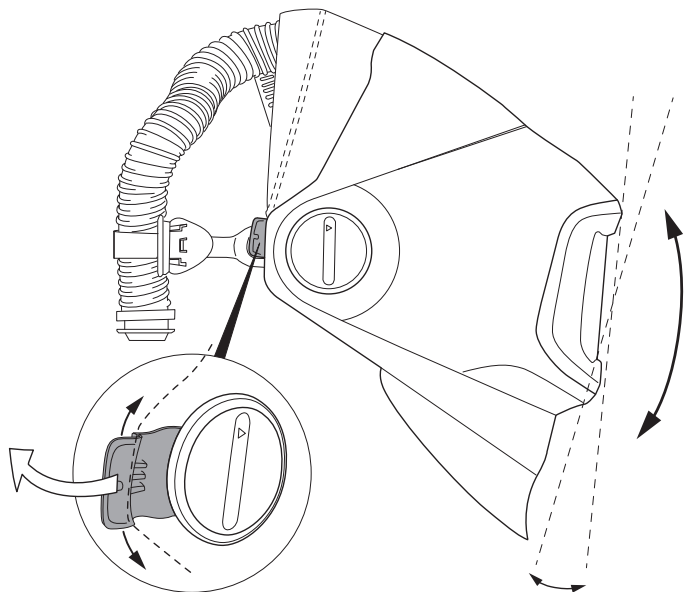

Fig. 5a
- En el punto de pivote del lado derecho hay una pequeña palanca para detener el movimiento hacia abajo del casco para soldar. En la posición alta, el casco para soldar se asentará para que el soldador pueda soldar ligeramente por encima del nivel de los ojos. En la posición baja, el casco para soldar se enfrentará en un ángulo ligeramente hacia abajo (Fig. 5a). Con la visera para operaciones de amolado en la posición superior, empuje la palanca hacia la cabeza y ajústela hacia arriba o hacia abajo. Baje la visera hasta el punto de detención para ver dónde se asienta.